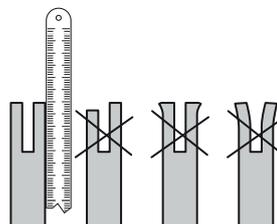

Fig. 54
- > Appliquez le bord droit d'une règle contre le bord des lames de coupe, comme indiqué sur l'illustration ci-contre. Si le rail du guide-chaîne est en bon état, il ne doit pas y avoir d'interstice entre la règle et le guide-chaîne. S'il y a un interstice le rail du guide-chaîne est usé et doit donc être remplacé par un autre rail du même type (Fig. 54).